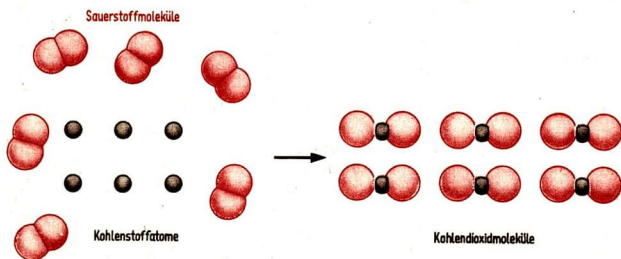

Abb. 29 Chemische Reaktion von Sauerstoff mit Kohlenstoff (Modell)
■ Oxydation von Kohlenstoff (Abb. 29):